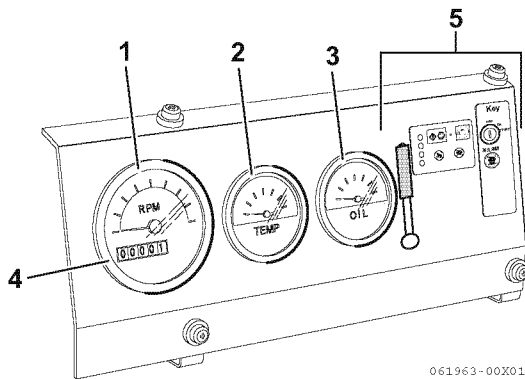

Figure 3
1. Lorsque le moteur est en marche, vérifiez que les indications des jauges sont normales. Les jauges illustrées dans **Figure 3** sont représentées uniquement à titre d'illustration.
- **Compte-tours (1, Figure 3)**
- **Pression d'huile moteur (2, Figure 3)**
- **Température du liquide de refroidissement moteur (3, Figure 3)**
- **Compteur d'heures (4, Figure 3)**
2. Après que le moteur a atteint la température de service, tous les indicateurs (5, **Figure 3**) doivent être éteints. Si l'un des indicateurs est allumé, coupez le moteur puis effectuez les réparations nécessaires.